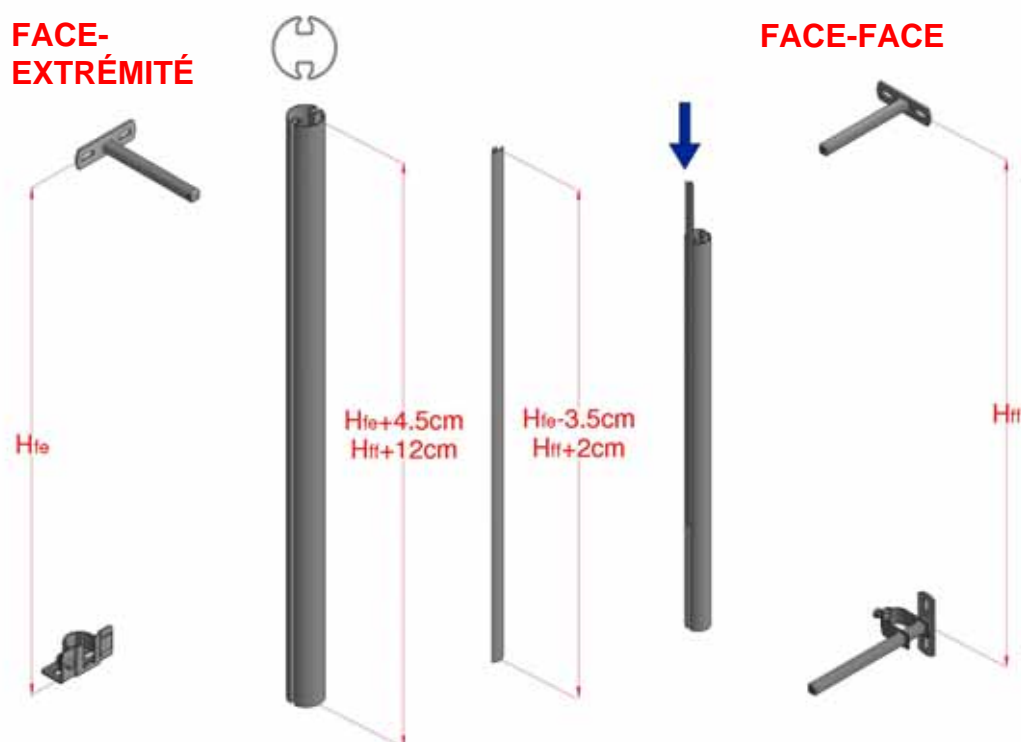

Figure 17 : ensemble du tube de commande extérieur
- 4.7 Des tubes de commande extérieurs sont requis (deux à chaque extrémité) et à tous les montants de travée intermédiaires. Découper le tube concerné à la longueur requise, comme illustré à la Figure 17, et